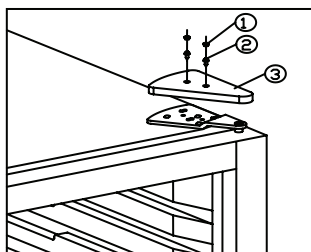
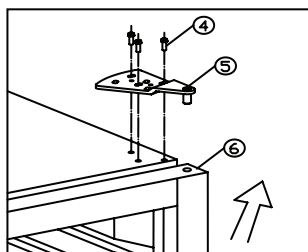
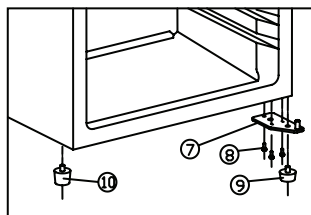
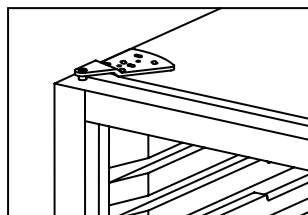

fig. 5.1
fig. 5.2
fig. 5.3
fig. 5.4
- Enlever les bouchons de caoutchouc (1). Voir fig. 5.1.
- Retirez les vis (2) et retirez le cache-charnière (3).
- Retirez les 3 vis (4) qui maintiennent la charnière supérieure et retirez la charnière supérieure (5) en la levant. **SOUTENEZ LA PORTE !** Voir fig. 5.2.
- Retirez la porte (6) en la levant et placez l'armoire sur le dos.
- Retirez les 3 vis (8) qui maintiennent la charnière inférieure (7) et démontez le pied inférieur de l'armoire (9) de la charnière. Voir fig. 5.3.
- Démontez le pied haut (10) de l'armoire et remontez-le sur le côté opposé.
- Montez la charnière inférieure sur le côté gauche en utilisant les 3 vis (8).
- Montez la charnière supérieure, le cache-charnière et les bouchons en caoutchouc. Voir fig. 5.4.